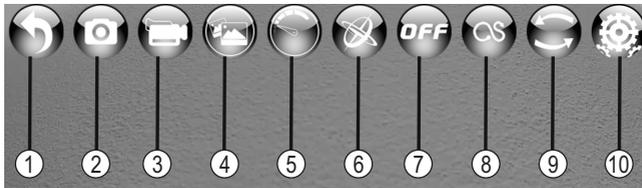

Bild 25
Wird das Zahnrad (siehe Bild 25, Pos. 10) aktiviert, werden zusätzlich nachfolgende Symbole angezeigt:
Zusätzlich können Sie vor oder während dem Betrieb des Quadrocopters auf dem Display Ihres Smartphones durch Anwählen des jeweiligen Symbols (siehe Bild 25, Pos. 2 oder 3) ein Bild mit der Quadrocopter-Kamera erstellen oder die Videoaufnahme starten.
Während einer Videoaufnahme wird eine Stoppuhr für die Aufnahmedauer eingeblendet. Um eine Videoaufnahme zu stoppen, wählen Sie einfach das Symbol in Bild 25, Pos. 3 erneut an. Die Aufnahme wird beendet, die Stoppuhr ausgeblendet und die Aufnahme gespeichert.
Wenn Sie den Flugbetrieb beendet haben, können Sie die erstellten Bilder bzw. Videos gleich direkt auf Ihrem Smartphone ansehen. Wählen Sie hierzu auf dem Display das entsprechende Symbol (Bild 25, Pos. 4) an. Es erscheint ein neuer Bildschirminhalt.
Nach dem Start der App sind zusätzlich zum Kamerabild verschiedene Bedienelemente auf dem Display des Smartphones eingeblendet. Neben den bereits bekannten Bedienelementen zur Kamera (siehe Bild 25, Pos. 2 - 4) werden nach dem Anwählen des Symbols in Bild 25, Pos. 7 zusätzlich die Steuerelemente eines Fernsteuersenders angezeigt.
- Wählen Sie „Play“ an. Auf dem Display erscheinen die Bedienelemente der App (siehe Bild 25) und das Videobild der im Modell eingebauten Kamera.
- Wählen Sie das Symbol in Bild 25, Pos. 7 an. Es erscheinen die Bedienelemente (analog wie beim Sender die Steuerhebel) als „Punkte“. Zusätzlich werden die Trimmelemente angezeigt.
In der Grundkonfiguration (siehe auch Symbol in Bild 25, Pos. 5) ist die App in der ersten Stufe auf ca. 30% der maximal möglichen Steuerwege eingestellt. Dies entspricht dem Anfängermodus (siehe auch Kapitel 11). Die Steuerfunktionen sind in Ihrer Wirkweise eingeschränkt.
Wenn Sie dieses Symbol (Bild 25, Pos. 5) nochmals berühren, füllt sich die Anzeige um ein weiteres Anzeigeelement. Die Steuerung ist jetzt auf ca. 60% der Steuerwege eingestellt. Dies entspricht dem Fortgeschrittenenmodus. Das Modell reagiert agiler auf Steuerbefehle.
Wenn das Symbol (Bild 25, Pos. 5) nochmals berührt wird, wird die Anzeige um das dritte Element erweitert. Dies bedeutet 100% der Steuerwege. Somit ist keine Begrenzung eingestellt, was dem Profimodus entspricht. Die Steuerfunktionen sind nicht eingeschränkt. Wird nochmals das gleiche Symbol angewählt, springt die Anzeige wieder auf die erste Stufe (30%) zurück.
Mit dem Symbol in Bild 25, Pos. 8 wird die Funktion „Flugroute“ aktiviert. Das linke Steuerelement bleibt sichtbar und kann zur Steuerung (hoch/tief und Gier) verwendet werden. Das rechte Steuerelement wird ausgeblendet.
Bringen Sie hierzu das Modell in einen stabilen Flugzustand und aktivieren die Flugroute-Funktion (Symbol in Bild 25, Pos. 8). Zeichnen Sie jetzt eine Route auf dem Display auf. Nachdem Sie die Aufzeichnung der Route beendet haben (den Finger vom Display des Smartphones nehmen), wird das Modell unverzüglich die gezeichnete Route abfliegen.
Mit dem Symbol „REV“ (Bild 25, Pos. 9) invertieren Sie das Videobild um 180°. Es steht somit alles auf dem Kopf.
Wird das Zahnrad-Symbol (Bild 25, Pos. 10) ausgewählt, erscheinen weitere Symbole zur Bedienung des Modells.
Um Ihr Modell mit den Lagesensoren des Smartphones zu steuern, müssen Sie zuerst alle Startvorbereitungen treffen, die im Kapitel 20. a) aufgezeigt worden sind. Ist dies erfolgreich ausgeführt worden, drücken Sie das Symbol in Bild 25, Pos. 6, so dass es leuchtet. Hiermit wird die Steuerung über die Lagesensoren aktiviert.